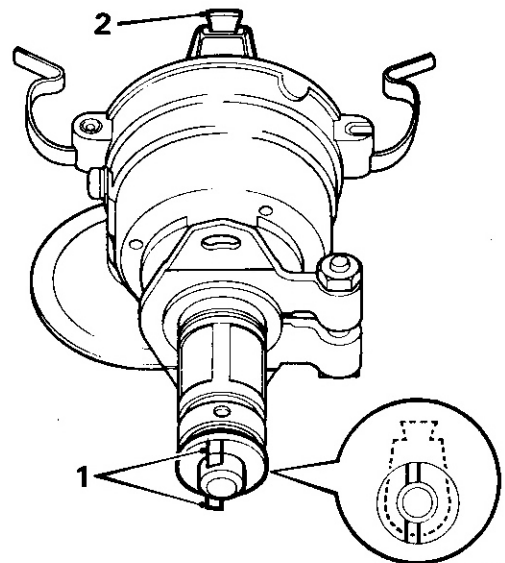

Fig. B.4
- (17) Eseguire in senso inverso le operazioni di cui ai punti 1 a 11 e tener presente quanto segue:-
- d. Rimontare il giunto di trascinamento di modo che, quando la spazzola è rivolta in alto (Fig. B.4), i denti disassati siano paralleli con il pettine ed a sinistra del suo asse centrale.